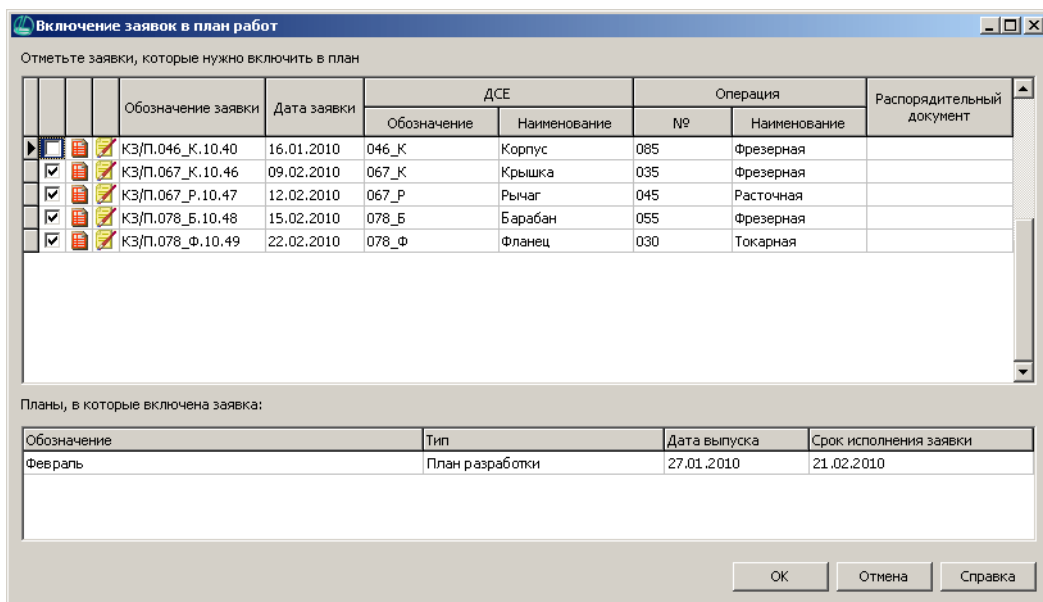

Рис. 2.9.
1. Укажите в области навигации план разработки УП, находящийся в состоянии *Проектирование*, и вызовите из контекстного меню команду **Включить заявки в план** или нажмите на панели инструментов одноименную кнопку. Откроется окно команды (рис. 2.9).